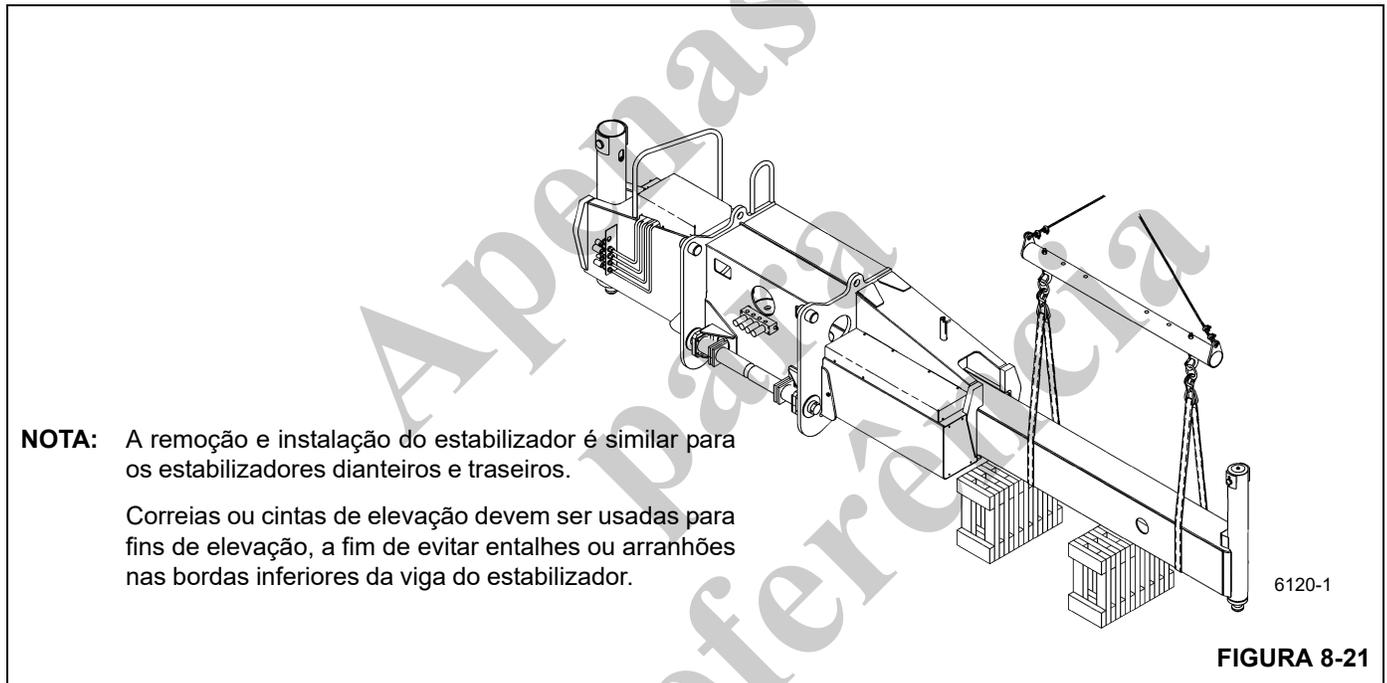

FIGURA 8-21
- Coloque o material de calço embaixo da viga do estabilizador (Figura 8-21).